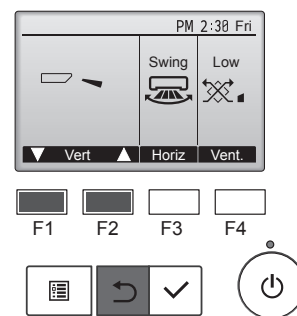

Fig. 7-4
- (2) Trykk på [VELG] for å vise betjeningsskjermen for spjeldene, og trykk deretter på knappene [F1] og [F2] for å kontrollere auto-spjeldene. (Fig. 7-4)